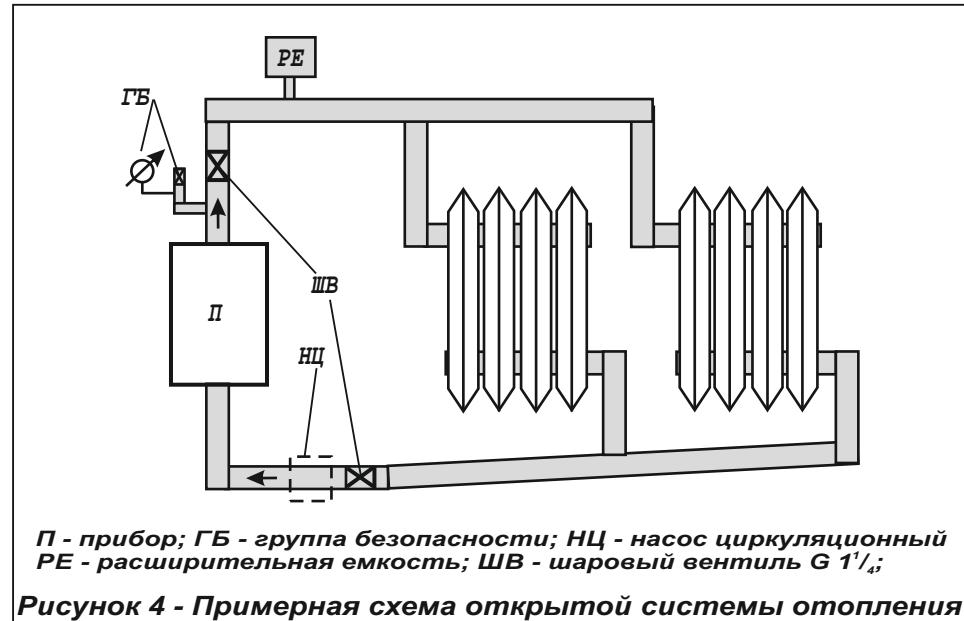

Рисунок 4 - Примерная схема открытой системы отопления
**5.9 Внимание!** При эксплуатации прибора запрещается полностью или частично перекрывать шаровые вентили на входе и выходе из котла (см. рисунок 4).